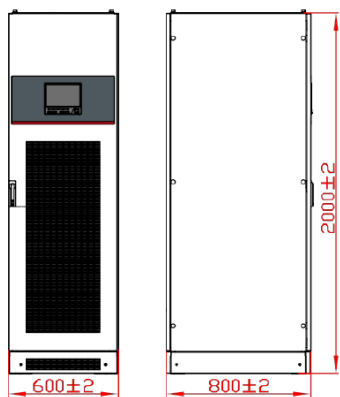
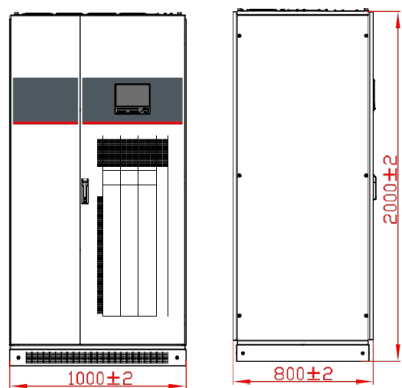

Figura 3-8 Dimensiones del UPS serie UPS-IND 1300 R1(10K-80K)
Figura 3-9 Dimensiones del UPS serie UPS-IND 1300 R1(100K-200K)
Paso 1: Determine la posición de instalación y realice los arreglos necesarios de acuerdo con las dimensiones del esquema del UPS (consulte la Figura 3-8 y la Figura 3-9) y los requisitos de espacio libre para la instalación (consulte 3.2.3 Espacio libre para la instalación).